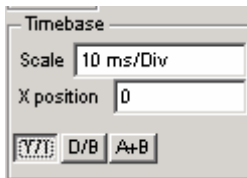

图 5-26 时基设置
(1) Timebase 时基：时基电路设置如图 5-26 所示。